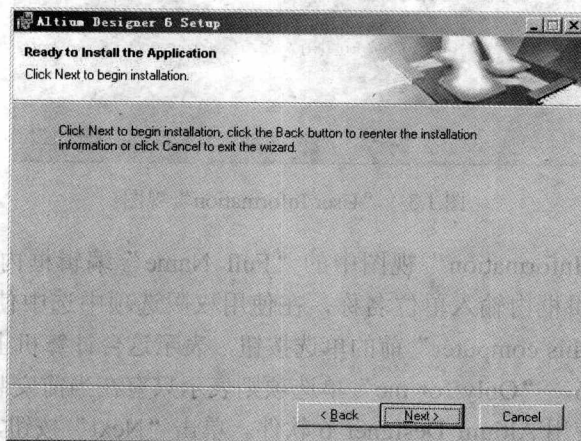

图 1.6 “Ready to Install the Application”视图
(6) 在安装路径选择对话框中选择安装路径，单击“OK”按钮，确定安装路径，单击“Destination Folder”视图中的“Next”按钮，打开如图 1.6 所示的“Ready to Install the Application”视图。